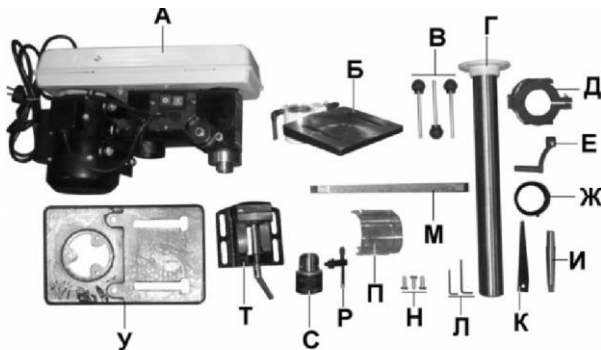

Рис. 1.
3. КОМПЛЕКТНІСТЬ ВЕРСТАТА (Рис.1)